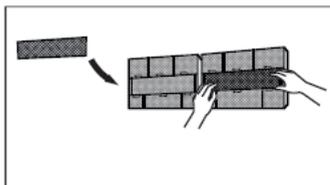

fig. 17 -
4. Rimuovere il filtro purificatore d'aria posto sul retro del filtro principale ("fig. 17 -") e pulirlo con l'aspirapolvere